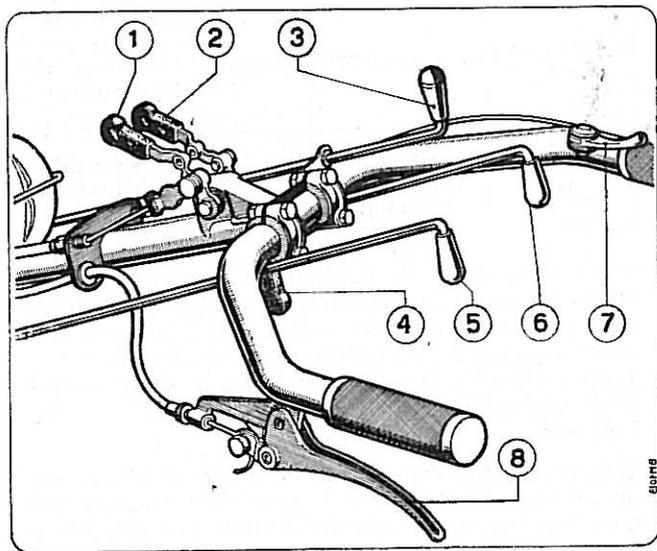

Fig. 4
- 2) agire sulla stegola 3) (Fig. 4) inserendo la marcia adeguata alla lavorazione da eseguire. (Vedi schema dimostrativo a lato).
- 2) Agire sulla stegola 6) (Fig. 4) della presa di forza:
Per l'arresto anche momentaneo procedere come segue: (Fig. 4)
- 1) tirare la leva 4) della fig. 4 fino a svincolare il chiavistello dal foro del selettore onde consentirgli qualsiasi rotazione;
**ACCELERATORE.** - Per facilitare l'avviamento tenere la leva 7) fig. 4 nella posizione del minimo, se si tratta di un motore a scoppio, ed in quella del massimo, nel caso di un motore diesel.
Entrambi vengono azionati mediante apposite leve 1) e 2) Fig. 4 poste sul manubrio tramite trasmissioni flessibili.
**DISPOSITIVO DI BLOCCAGGIO DEL DIFFERENZIALE.** - Si innesta tramite la stegola 5) fig. 4 previo il disinnesto della frizione, e serve ad annullare la possibilità della macchina di deviare, al fine di ottenere una guida facile e sicura durante i lavori in rettilineo su terreni accidentati od in forte pendenza.